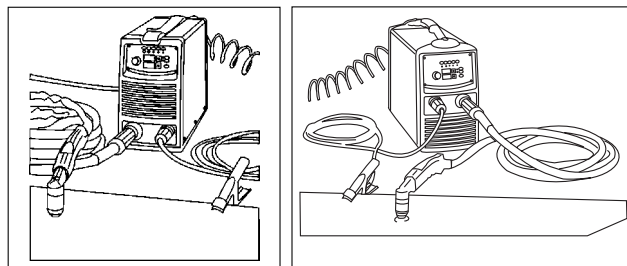

Fig. 4
3. Posicionar la pinza de masa sobre la pieza a cortar, asegurándose de que haya un buen contacto eléctrico (Fig. 4).